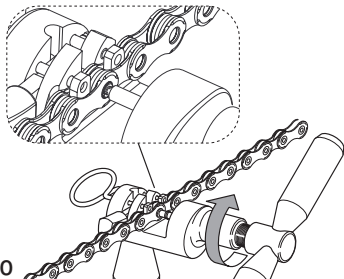

図20
- 工具のハンドルを回し、コネク・ピンウルトラ・リンク™ 5-CN-SR700 の飛び出した端の部分に、工具のチップ・ピンを当てます。その後、ハンドルを約4分の3回転させ、端の部分が変形するまで、適度な力を加えます (図20)。